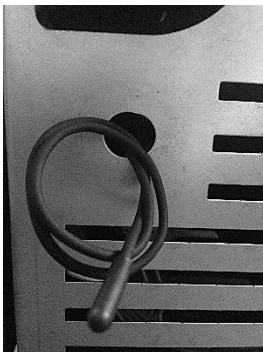

Figura 24 - Sonda de temperatura ambiente
- As salamandras a *pellets* dispõem de uma sonda para medir a temperatura ambiente. Esta sonda encontra-se fixa na grelha na parte de trás (ver Figura 24). Para uma leitura mais correta da temperatura ambiente, evite o contacto da extremidade da sonda com a estrutura da máquina. Se desejar pode ainda fixá-la na parede junto à máquina.